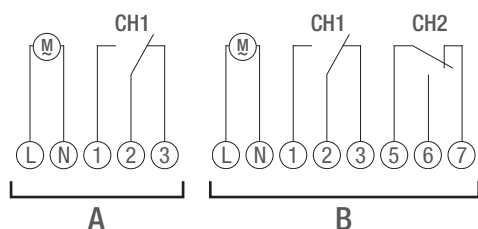

Fig. 9: Koblingsdiagram
3. Tilslutning kontakturet iht. koblingsdiagrammet (fig. 9/A) hhv. (fig. 9/B).